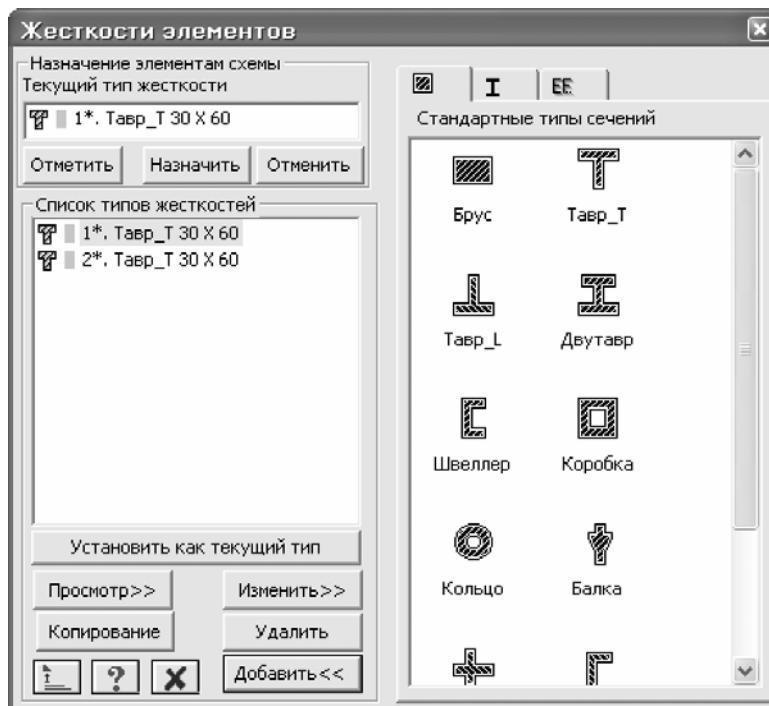

Рис.7.11. Диалоговое окно Жесткости элементов
- С помощью меню Жесткости ⇒ Жесткости элементов (кнопка на панели инструментов) вызовите диалоговое окно Жесткости элементов (рис.7.11).
- В диалоговом окне **Жесткости элементов** (рис.7.11) в списке типов жесткостей с помощью курсора выделите строку **1*.Тавр_T 30x60** и щелкните по кнопке **Копирование**.